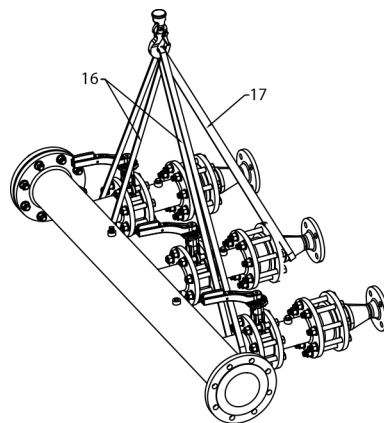

Fig. 5: Sangles de transport
Pour assembler correctement les distributeurs, utiliser deux sangles de transport de même longueur (Fig. 5, pos. 16). Ces sangles de transport sont positionnées aux extrémités du distributeur. Fixer une autre sangle de transport à l'avant du distributeur (Fig. 5, pos. 17). Cette dernière doit être réglable en longueur afin de permettre de régler le distributeur.